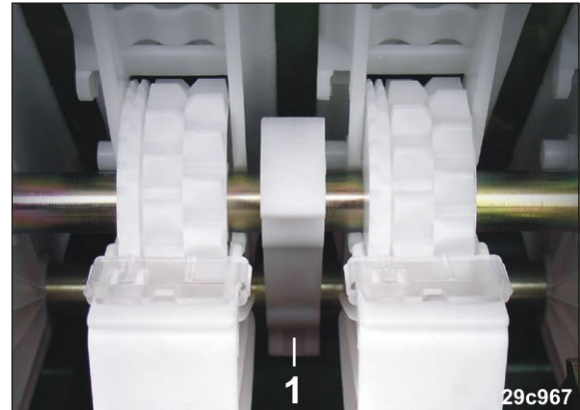

Fig. 250
3. Åpne såakseltrykklagrene (Fig. 250/1).